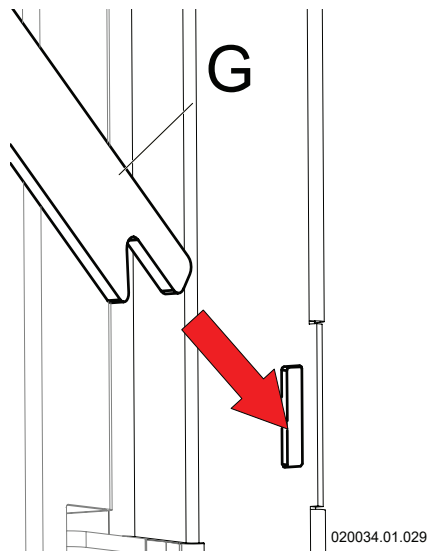

Figura 8-4 - Sede delle staffe
3.- aprire verso l'alto il pannello laterale "F" e tenerlo in posizione alzata attraverso le due staffe "G". Assicurarsi di fissarle in modo corretto, fare riferimento alla Figura 8-4;